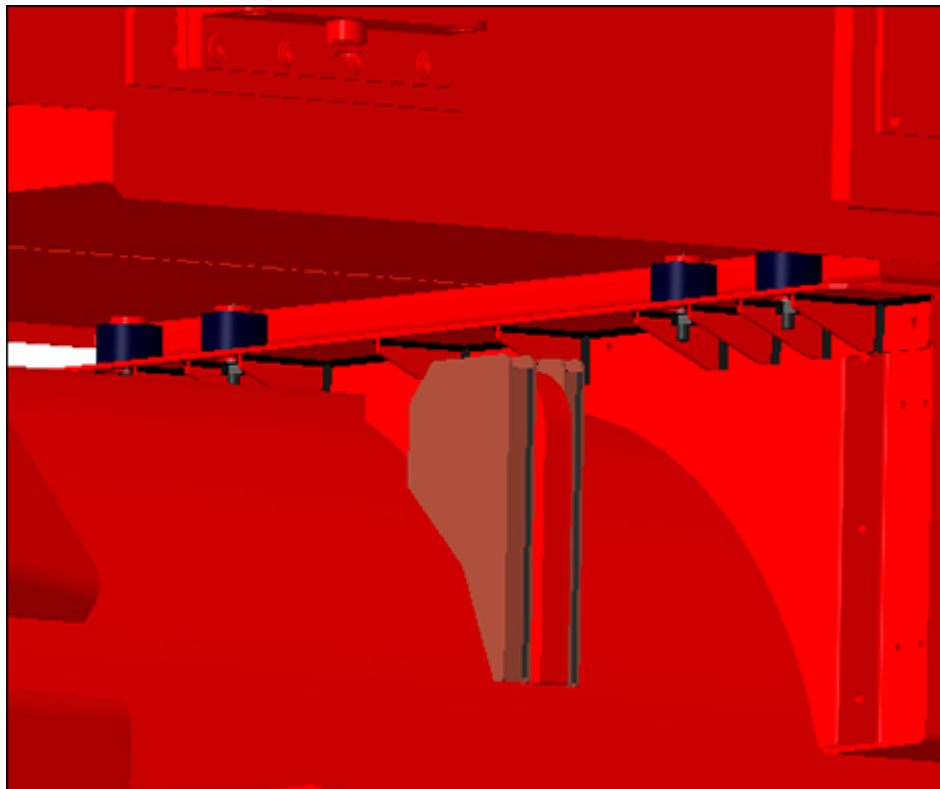

FIGURE 12. REFROIDISSEUR D'EAU ABAISSÉ EN POSITION
1. À l'aide de la grue ou du palan, positionner le refroidisseur d'eau au-dessus de l'alternateur. Aligner les goujons du support antivibratoire avec les trous de la plaque de support du refroidisseur d'eau sur l'alternateur (voir Figure 12 à la page 18).